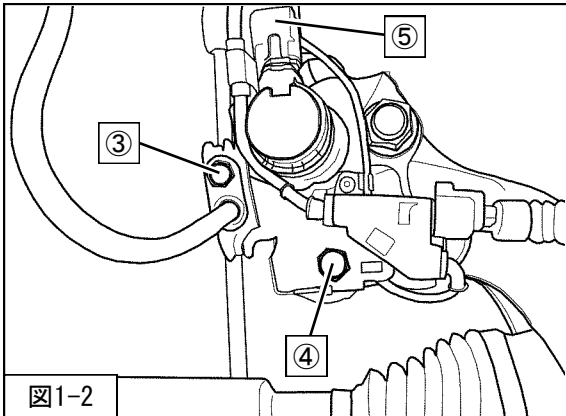

図1-2
4. ③ブレーキホース取付ボルトを取外してください。(図1-2)
④スピードセンサハーネス取付ボルト
スピードセンサハーネス取付クリップを取外してください。(図1-2)
⑤AVSコネクターを取外してください。(図1-2)